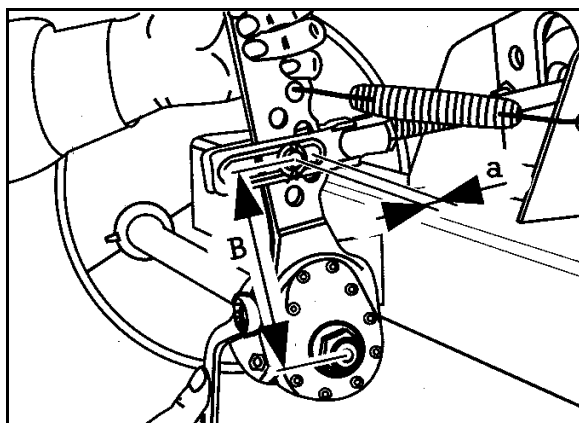

Fig. 80
1. Apăsați împreună piesa de închidere (Fig. 80/1) de la ambele urechi.
4. Apăsați împreună piesa de închidere (Fig. 80/1) de la ambele urechi.